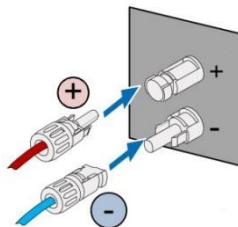

图 5.5 光伏直流组串接入逆变器
(1) 将已经接好光伏组串的正极和负极连接器接入逆变器直流接口的对应位置，确认紧固连接，如图 5.5 所示；
(2) 将直流连接器从逆变器拆卸时，用“一”字螺丝刀尖头部插入连接器中部凸起的孔中，用力将连接器活动端退出即可。